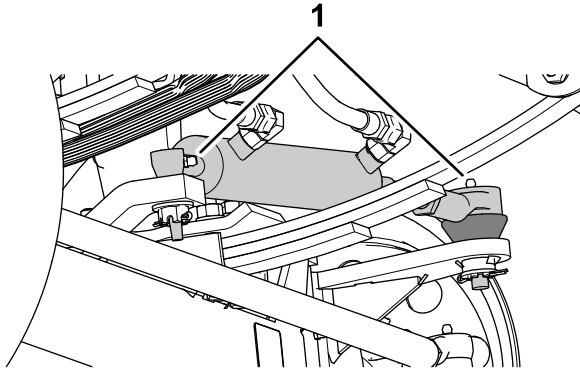
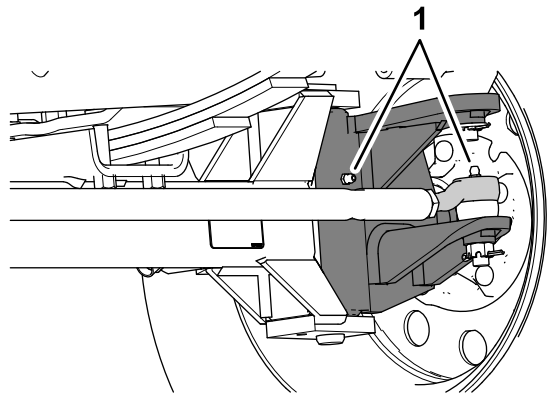

Figura 67
Figura 68
1. Limpie los engrasadores (Figura 67 y Figura 68).
2. Bombee grasa en los engrasadores (Figura 67 y Figura 68).
Nota: La ubicación de los engrasadores se indica en Figura 67.